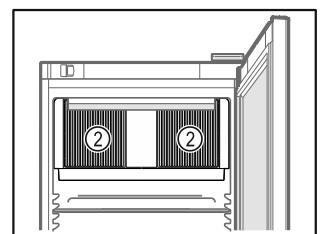

Fig. 81
- Ne pas obstruer les fentes d'aération Fig. 81 (2) du ventilateur de circulation d'air à l'intérieur de l'appareil.